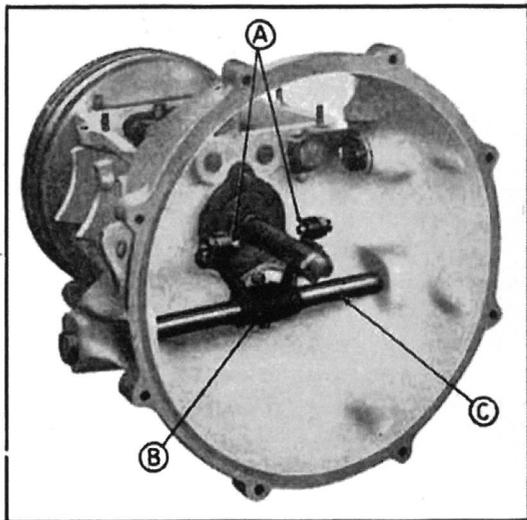

Fig. 123 — Commande du débrayage.
- 2—Enlever les clavettes fixant la pédale et la fourchette (B) sur l'arbre de débrayage (C) (fig. 123) retirer la pédale puis chasser l'arbre et enlever la fourchette.